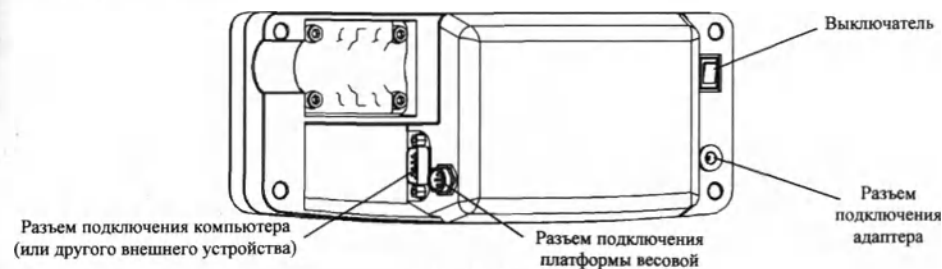

Рисунок 6.3 – Терминал
- Подсоединить разъем платформы весовой к терминалу (рис. 6.3).
Подсоединить разъем платформы весовой к терминалу (рис. 6.3).